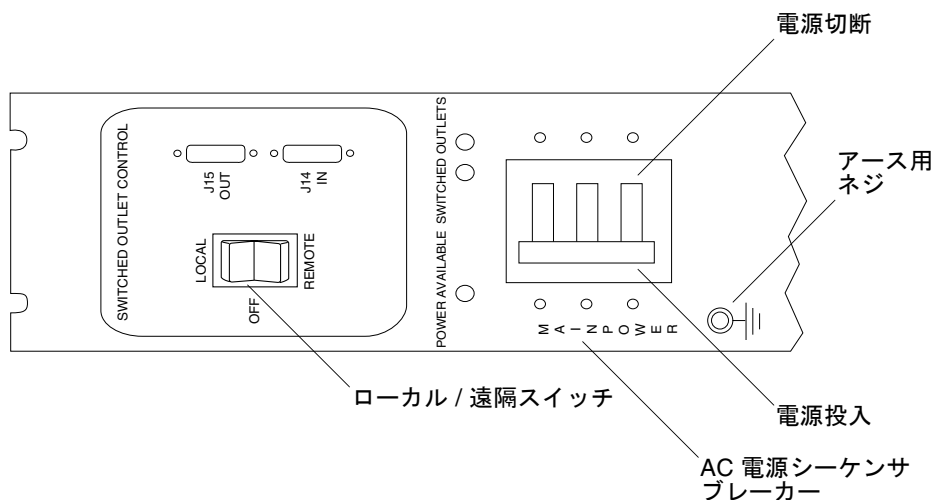

図 B-5 AC 電源シーケンサのコントロールパネル
1. 各 AC 電源シーケンサの回路遮断器がオフの位置になっていて、各電源シーケンサのローカル / オフ / 遠隔スイッチがローカルの位置になっていることを確認します (図 B-5)。